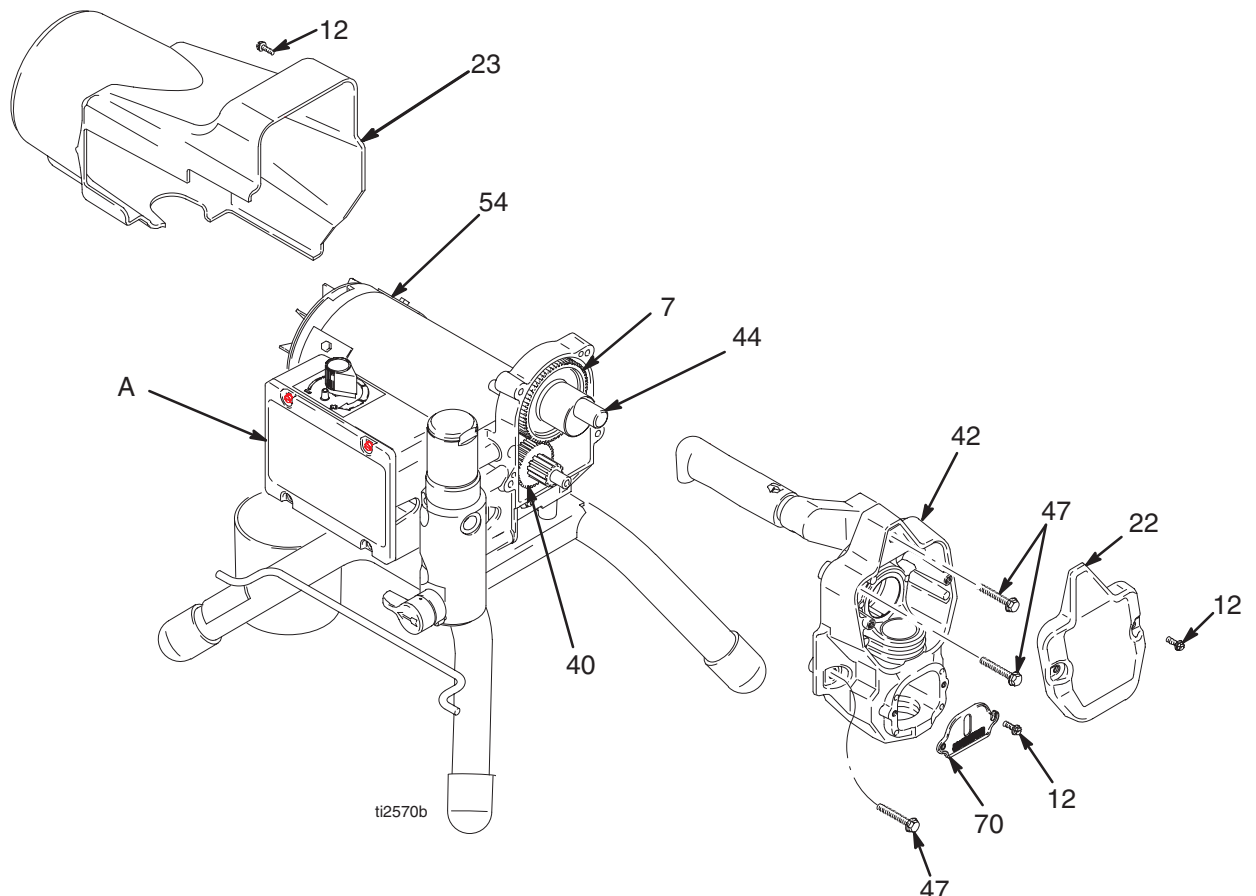

Fig. 12
2. Retire los dos tornillos (12) y la cubierta del eje de la bomba (70).
3. Retire la bomba (41); vea **Cambio de la base de bomba**, en la página 21.
4. Fig. 12. Retire los dos tornillos (12) y la placa de protección (23).
5. Retire dos tornillos (12) y la cubierta (22).
6. Retire los cuatro tornillos delanteros (47).
7. Saque el alojamiento del impulsor (42) del motor (54).
1. Fig. 12. Introduzca el alojamiento del impulsor (42) en el motor (54).
2. Instale los cuatro tornillos delanteros (47).
3. Instale la cubierta (22) con los dos tornillos (12).
4. Instale la pantalla (23) con los dos tornillos (12).
5. Instale la bomba (41); vea **Cambio de la base de bomba**, en la página 21.
6. Instale el eje de la bomba (70) con los dos tornillos (12).